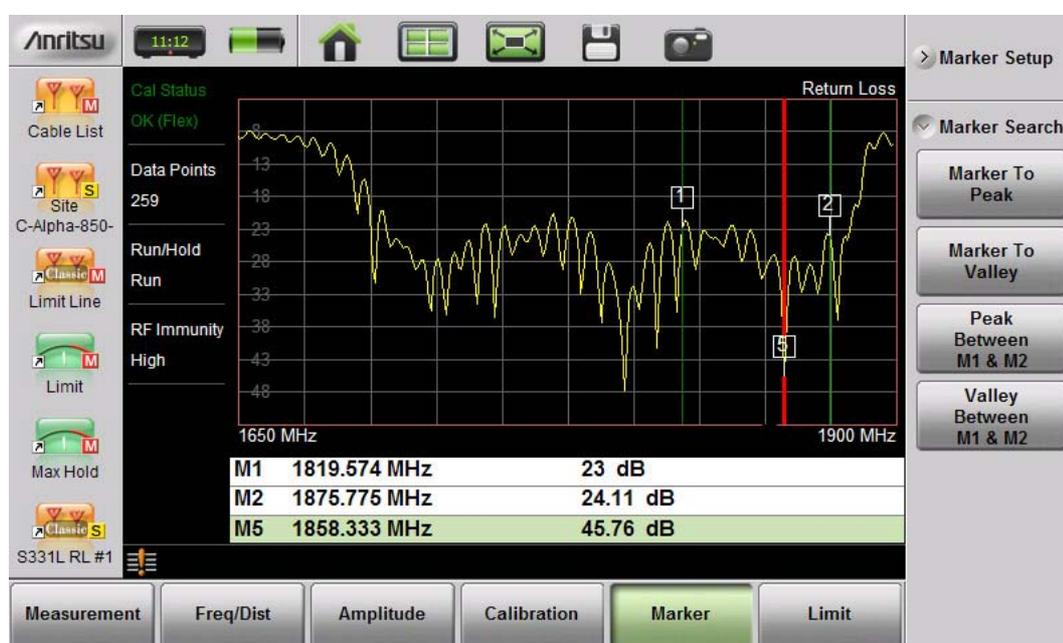

Рисунок 3-22. Поиск с помощью маркеров на определенном отрезке
4. На рис. 3-22 показано, что Маркер 5 установлен на минимальное значение на отрезке между M1 и M2, а не на самую нижнюю точку (48 дБ) слева от Маркера 1. Поиск минимального значения также возможен, если M1 и M2 были установлены, а затем отключены.